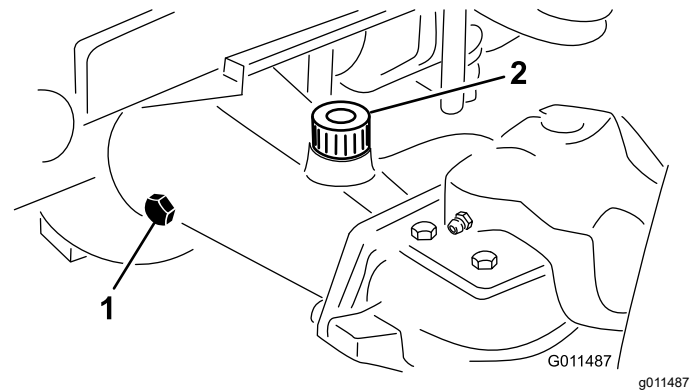

Figura 107
2. Togliete il tappo di controllo dall'estremità del ponte e verificate che il lubrificante raggiunga la base del foro (Figura 107).